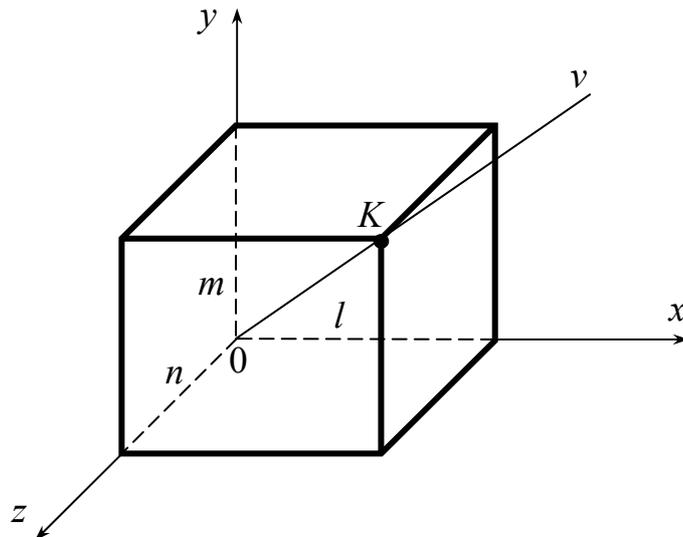

Рис. 14
5. Показать на рисунке нормали к главным площадкам. Для этого воспользуемся следующими соображениями: можно рассматривать l, m, n как координаты некоторой точки K (рис. 14), лежащей на нормали v к соответствующей главной площадке (в решении необходимо привести три таких рисунка для v_1, v_2 и v_3).